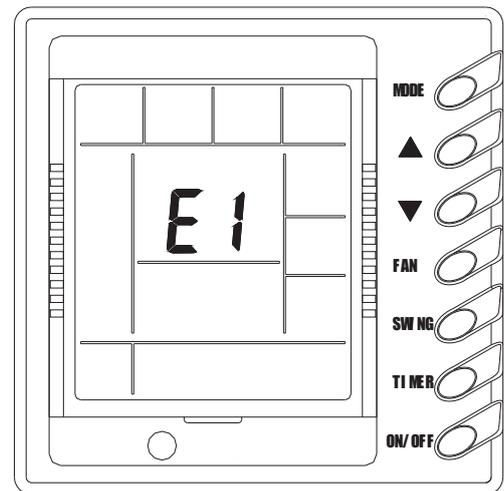

Рис. 9
## 8) Сигналы о неполадках (Рис. 9)
- ❖ Если возникла неисправность кондиционера, ее код появляется в зоне дисплея, где обычно отображается температура воздуха. На рис. 9 показан код неисправности E1 – значит, сработала защита компрессора по высокому давлению